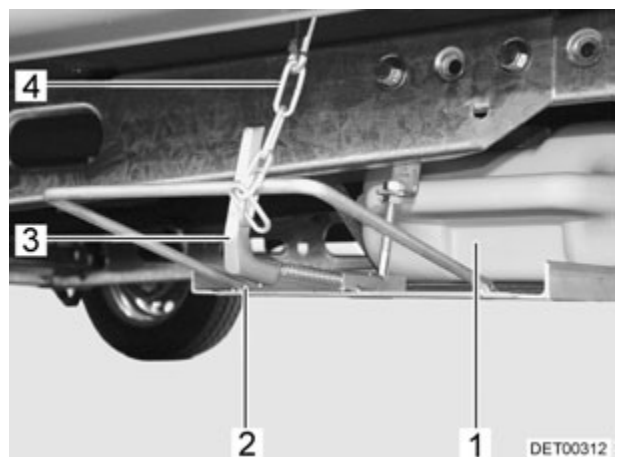

Fig. 134 Depósito de aguas residuales (conjunto Autark)
- Soltar la cadena de seguridad (Fig. 134,4).
- Pulsar hacia adentro el tirador giratorio (Fig. 134,3), y girar un cuarto de vuelta en sentido de las agujas del reloj.
- Girar hacia adelante y hacia abajo el depósito de aguas residuales con el soporte (Fig. 134,2).
- Sacar el depósito de aguas residuales (Fig. 134,1).